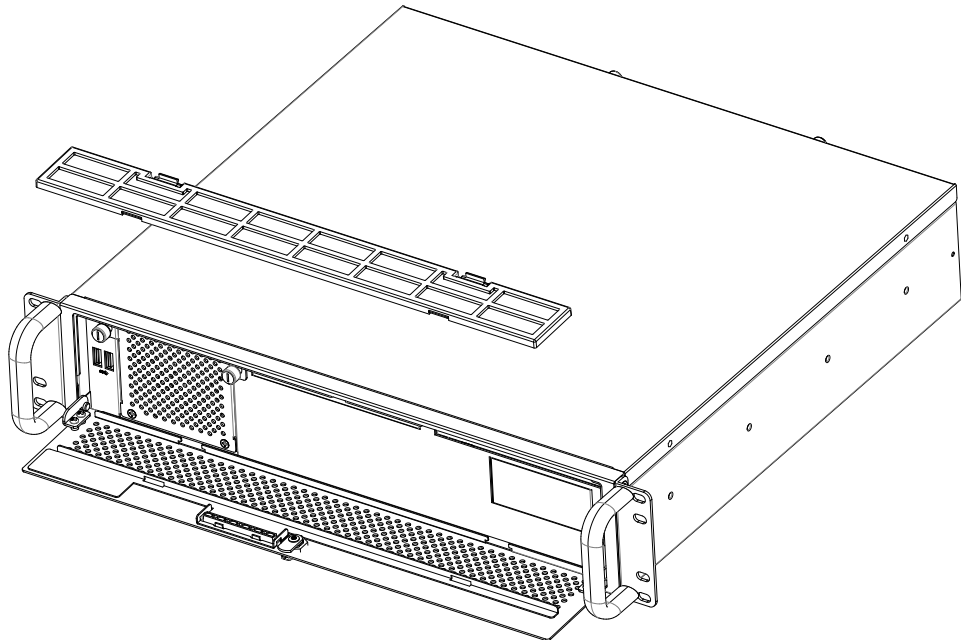

Figure 3.5: Removing the filters/ 取出过滤器 / 取出濾網
2. Push the hook and pull the filter out. (see Figure 3.5)
2. 拨开挂钩，将过滤器拉出（如图 3.5 所示）。